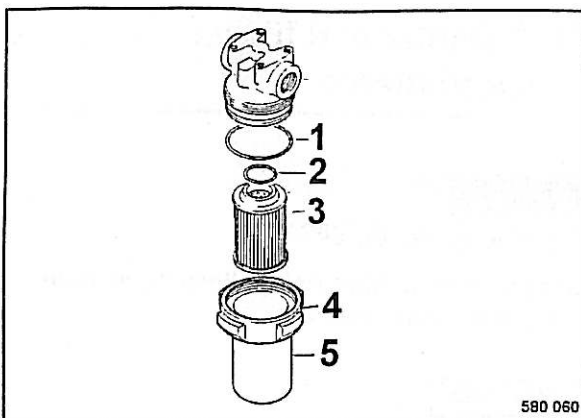

Fig. 126
- Desenroscar la tuerca tapón 4 (Fig. 126), y retirar la caja filtradora (5) con el elemento filtrante (3).